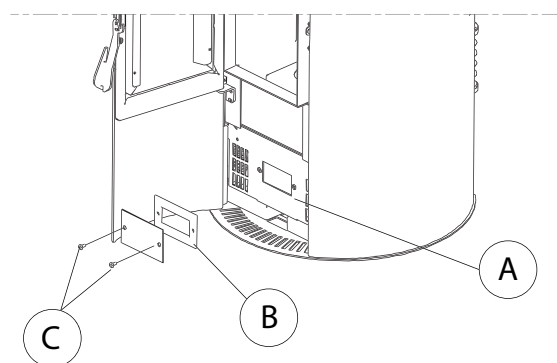

Fig. 6.1.2
- para acceder con facilidad al ventilador (A) es suficiente retirar la tapa (B) quitando los dos tornillos (C) (Fig. 6.1.2).